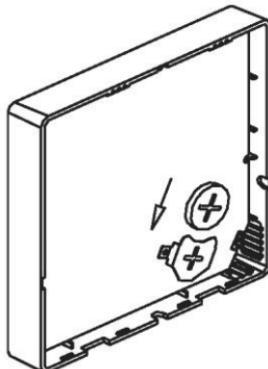

Fig. 3-7
- Sätt i batteriet på installationsplatsen och se till att batteriets positiva sida motsvarar installationsplatsens positiva sida. (Se Fig. 3-7)